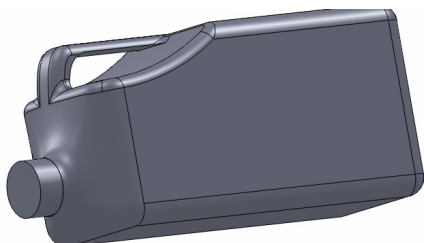

图 16-41 创建拉伸实体特征
(2) 单击【拉伸凸台/基体】按钮, 选取合适的草图对象, 弹出【凸台-拉伸】属性管理器, 设置【深度】为 0.7, 单击【确定】按钮, 创建拉伸实体特征, 效果如图 16-41 所示。
(3) 单击【圆角】按钮, 弹出【圆角】属性管理器, 设置【半径】为 0.07, 选取上方轮廓线, 单击【确定】按钮, 创建圆角特征, 如图